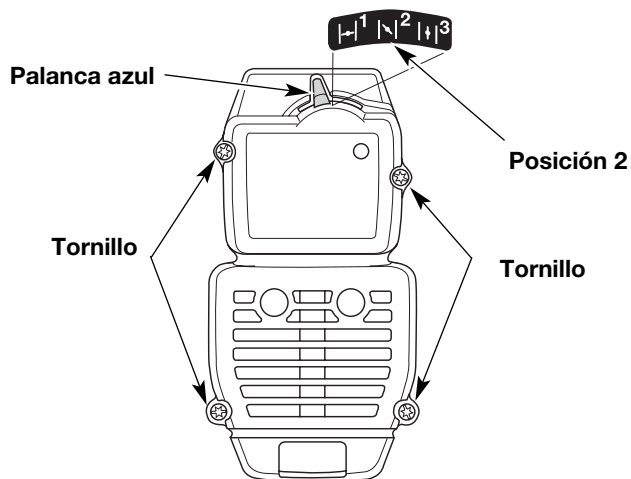

Fig. 13
NOTA: La palanca azul debe estar en Posición 2 (Fig. 13) para sacar la cubierta del silenciador / filtro de aire.
2. Saque los cuatro (4) tornillos que sostienen la cubierta del silenciador / filtro de aire (Fig. 13). Use un destornillador de broca Torx N° T20.
NOTA: La palanca azul debe estar en Posición 2 (Fig. 13) para instalar la cubierta del silenciador / filtro de aire.